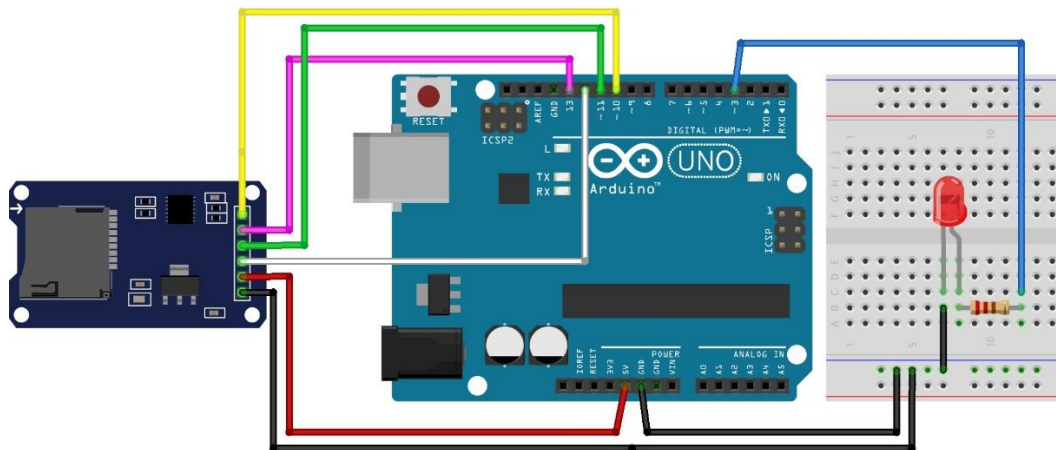

Рисунок 5.3 – Схема подключения платы расширения MicroSD Card
2. Убедитесь, что переходник SD правильно подключен к плате Arduino и в него установлена SD-карта. Для MicroSD Shield это будет выглядеть так, как на рис. 5.3.